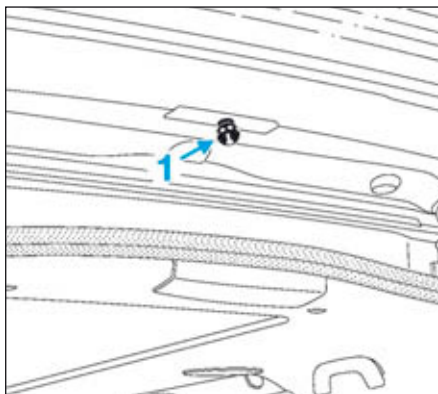

FIG.112
- l'écrou (1) du feu stop surélevé (Fig.112),